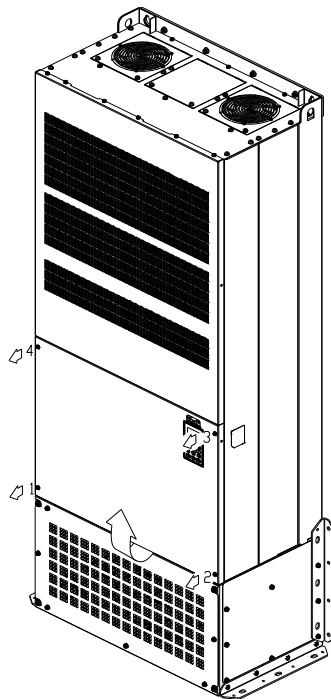

Рис. 1
1. Выкрутите винты 1–4 и снимите крышку (Рис. 1) Момент: 14–16 кг-см / [12.2–13.9 ф-дм] / [1.4–1.6 Нм]